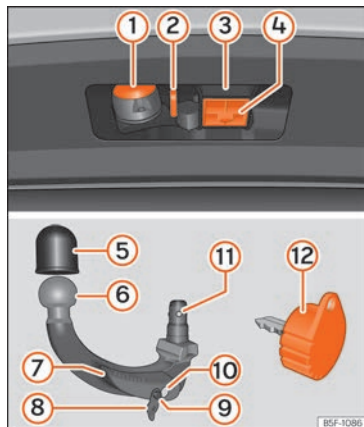

Fig. 291 Soporte del dispositivo de enganche para remolque / bola desmontable / llave
Legenda de la »» **fig. 291**
- Extraiga el tapón de alojamiento del gancho ④ » fig. 291 hacia abajo.